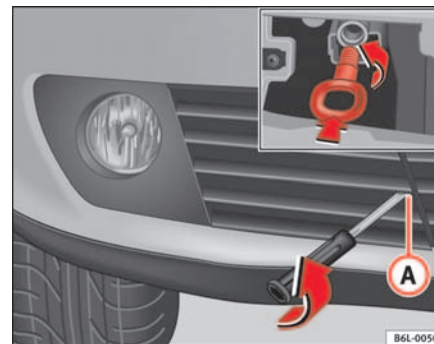

Abb. 161 Abschleppöse vorne
- Entfernen Sie die Schraube  ⇒ Seite 233, Abb. 161.